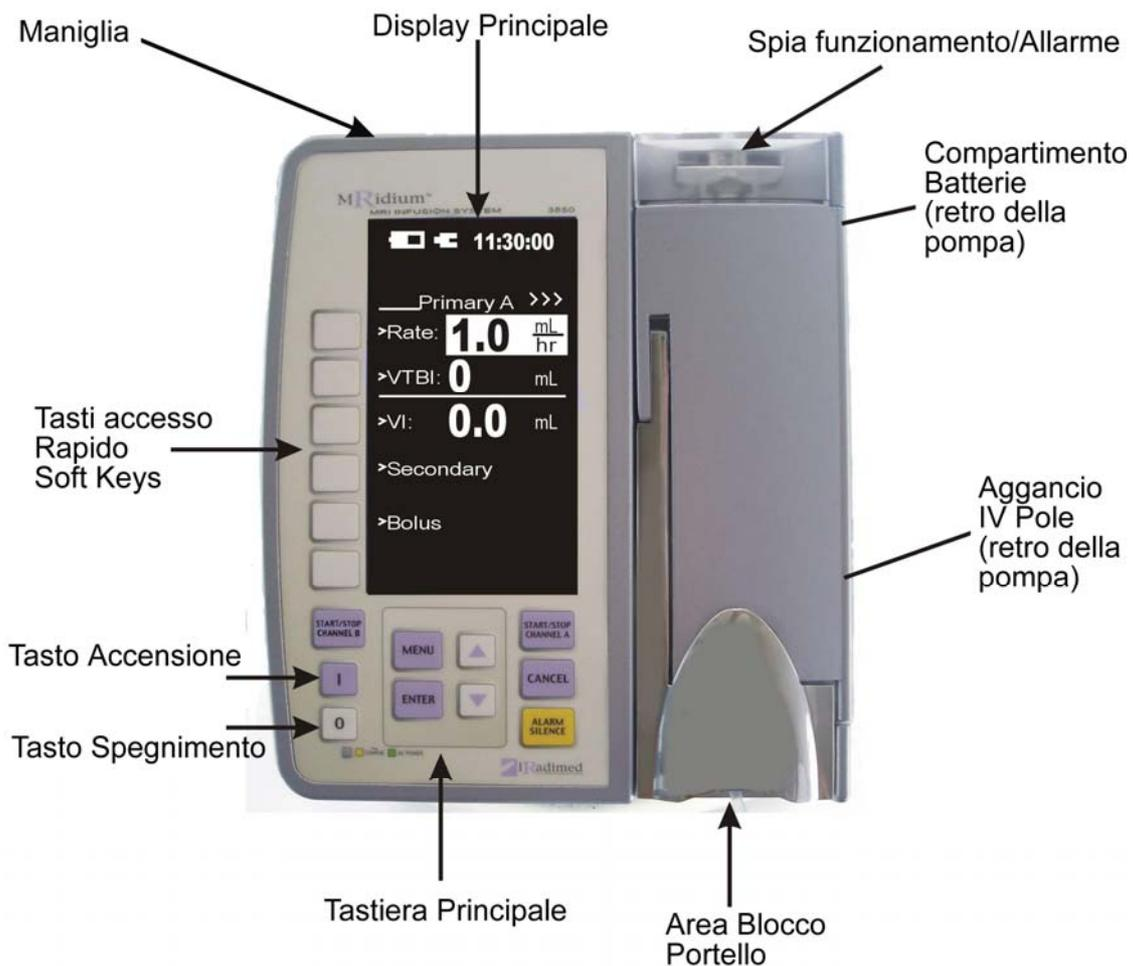

Figura 1-1. Fronte della pompa
1.1.1 Vista frontale della Pompa. **Veda Figura 1-1** per l'ubicazione dei componenti notevoli sulla fronte di pompa